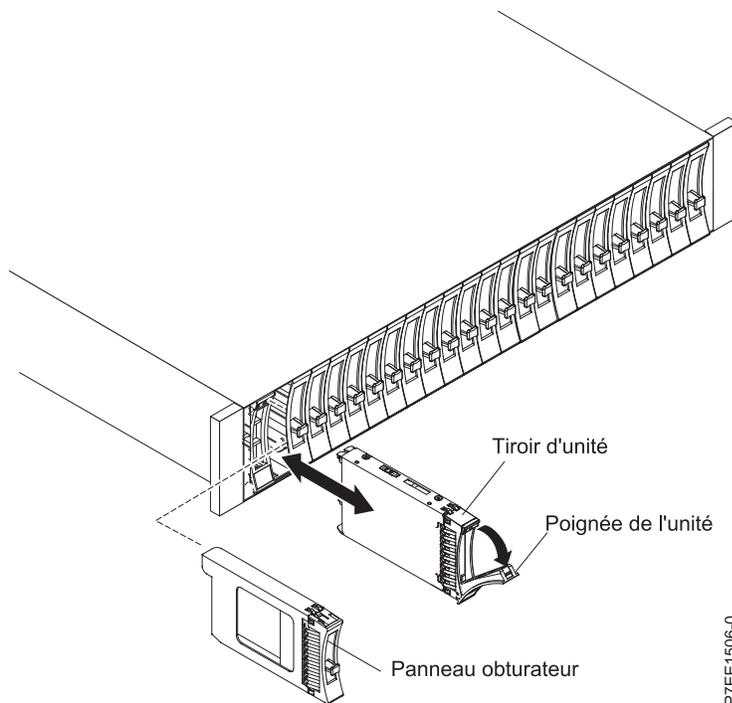

Figure 36. Retrait d'une unité du boîtier d'unité de disque 5887
5. Saisissez l'avant de l'unité et tirez pour sortir l'unité de l'emplacement, tout en soutenant la base de l'unité. Voir :figure 36.